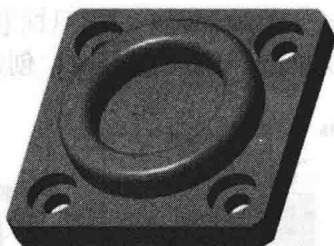

图 1-25 创建圆角与倒角特征
(44) 单击“倒圆角”按钮 , 创建圆环边线的圆角特征 (R3mm), 单击“边倒角”按钮 , 创建方块 4 个角的倒角特征 (4mm×4mm), 如图 1-25 所示。